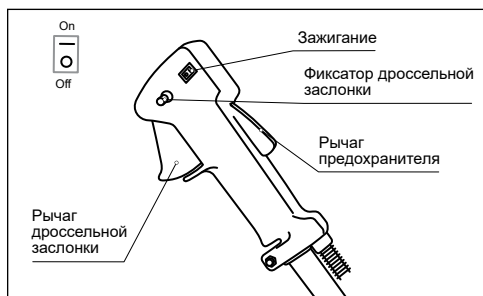

Рис. 13
5. Переведите выключатель зажигания, расположенный на рукоятке управления, в положение ON/I (рис. 13).
2. Включите зажигание выключателем, расположенным на управляющей рукоятке (рис. 13).